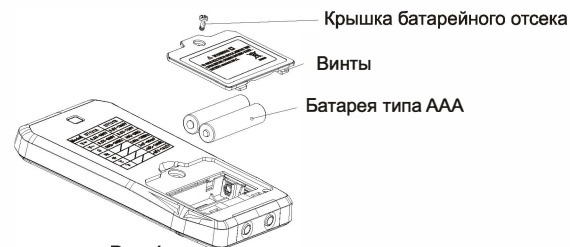

Рис. 4.
XI. Техническое обслуживание (см. Рисунок 4)
3. Замена батареи (см. Рисунок 4)